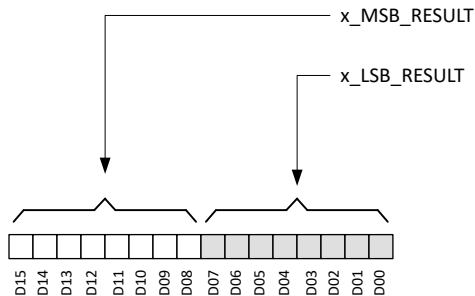

图 6-15. 磁传感器数据定义
X、Y 和 Z 磁传感器数据存储在 x_MSB_RESULT 和 x_LSB_RESULT 寄存器中。图 6-15 显示了每个传感器输出以 16 位二进制补码格式存储在两个 8 位寄存器中。数据可以结合 MSB 和 LSB 寄存器以 16 位格式检索，也可以通过 MSB 寄存器以 8 位格式检索。
- D_i 是图 6-15中所示的数据位。